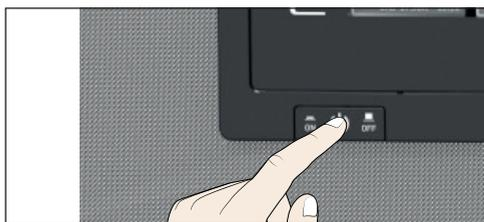

Рис. 22 Выключение устройства
4. Выключите устройство при помощи главного выключателя (Рис. 22).